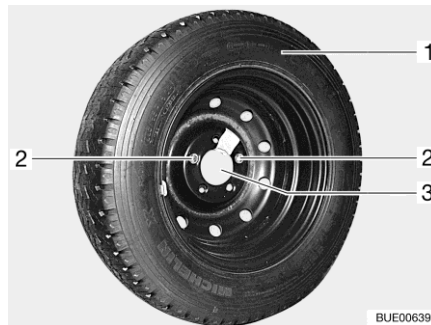

Bild 310 Reservhjulshållare i det bakre lastutrymmet
- Skruva ut och ta bort de båda fästskruvarna (Bild 310,2) med fordonsverktyget.
- Ta av reservhjulet (Bild 310,1) från hållaren (Bild 310,3).